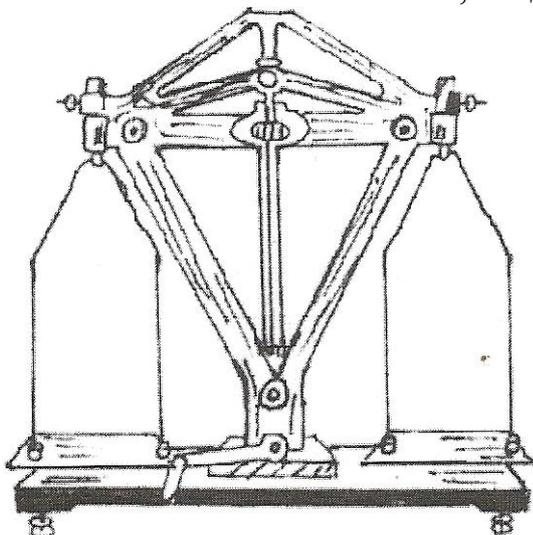

Рис.5
*Технические весы* состоят из коромысла, на концах которого укреплены грузонесущие призмы. На призмы подвешены при помощи дужек и серег чашки весов (см.рис.5). В середине коромысла имеется опорная призма, ребром которой оно опирается на арретирующее устройство. Назначение этого устройства заключается в том, чтобы предохранить призмы весов от толчков, которыми сопровождается перемещение грузов на чашки весов, а также от износа в промежутках между взвешиванием. Арретир включается и выключается с помощью рукоятки, помещающейся в нижней части рамы весов. На ось рукоятки насажен эксцентрик, в который упирается через ролик шток арретира. При повороте рукоятки эксцентрик поднимает либо опускает шток, производя тем самым выключение или включение арретирующего устройства.